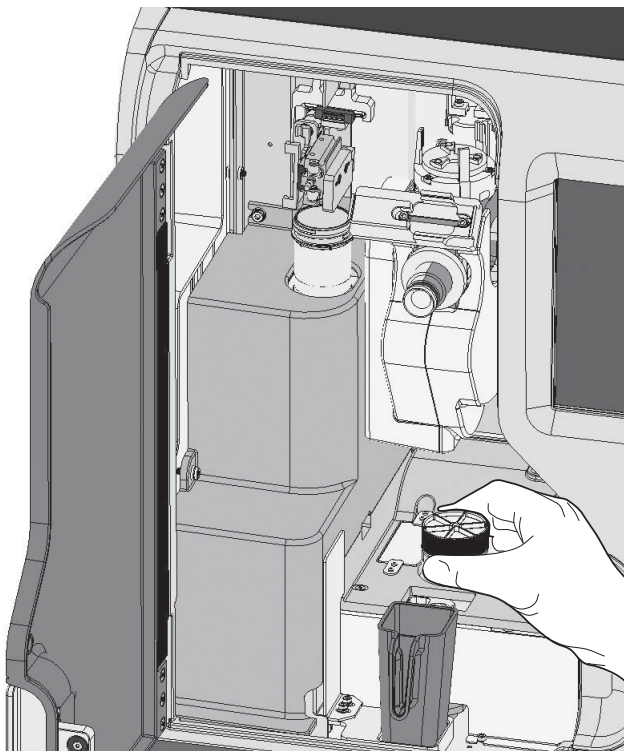

Figura 7-15 Carregar frasco
3. Coloque cuidadosamente o frasco de PreservCyt etiquetado e bem fechado contendo a amostra do paciente no copo dispersor até que o fundo do frasco fique apoiado na base do copo dispersor. Consulte o Figura 7-15.